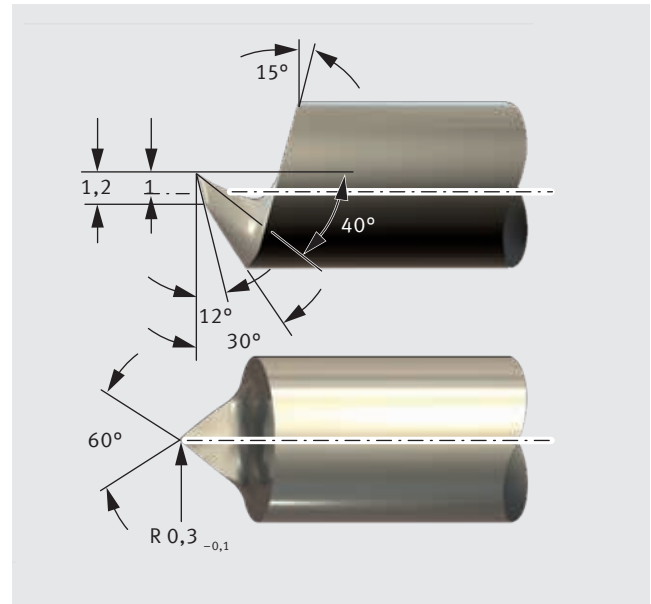

Abb. 67: Schneidwerkzeug für KS Permaglide® P22 und P202
- Hartmetallwerkzeuge (Abb. 67)